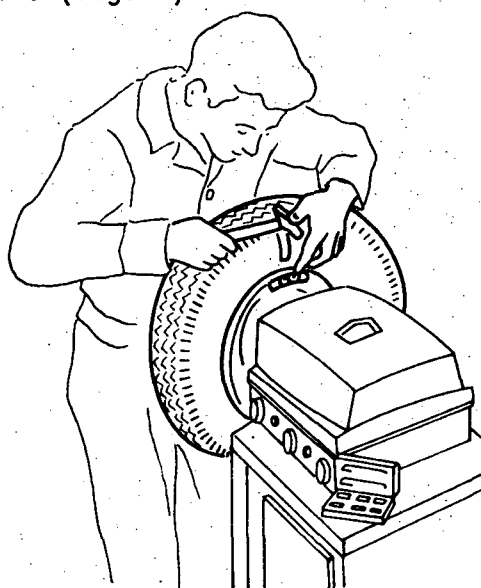

Fig. 8
- d Retire o peso magnético e substitua-o por um contrapeso equivalente de chumbo (fig. 8).